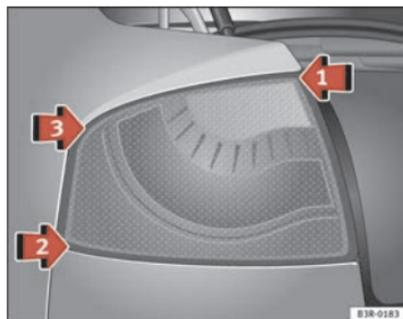
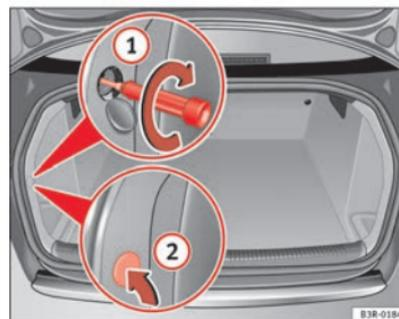

Fig. 215 Montar la unidad de luz trasera
Fig. 216 Maletero: Posición del tornillo de fijación para la unidad de luz trasera
- Coloque la unidad de luz trasera primero en ⇒ fig. 215 flecha ① en el alojamiento.
- Presione ligeramente la unidad de luz trasera, primero por el punto ② y luego por el punto ③ contra el alojamiento, hasta que los clips asienten firmemente en los cojinetes de goma.
- Ejercer una ligera presión sobre la parte superior de la unidad de luz trasera y fíjela con el destornillador desde el maletero ⇒ fig. 216 ①.
- Vuelva a colocar en su lugar la cubierta del revestimiento interior ②.